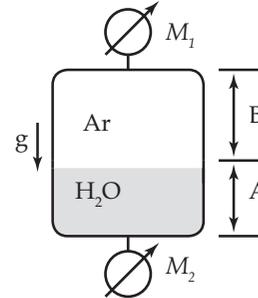

Figura Er1.1
**Er1.1** Considere o tanque esquematizado na Figura Er1.1. A pressão indicada pelo manômetro  $M_1$  é igual a 50 kPa, a cota B é igual a 10 m e a cota A é igual a 2,0 m. Considere que o con-